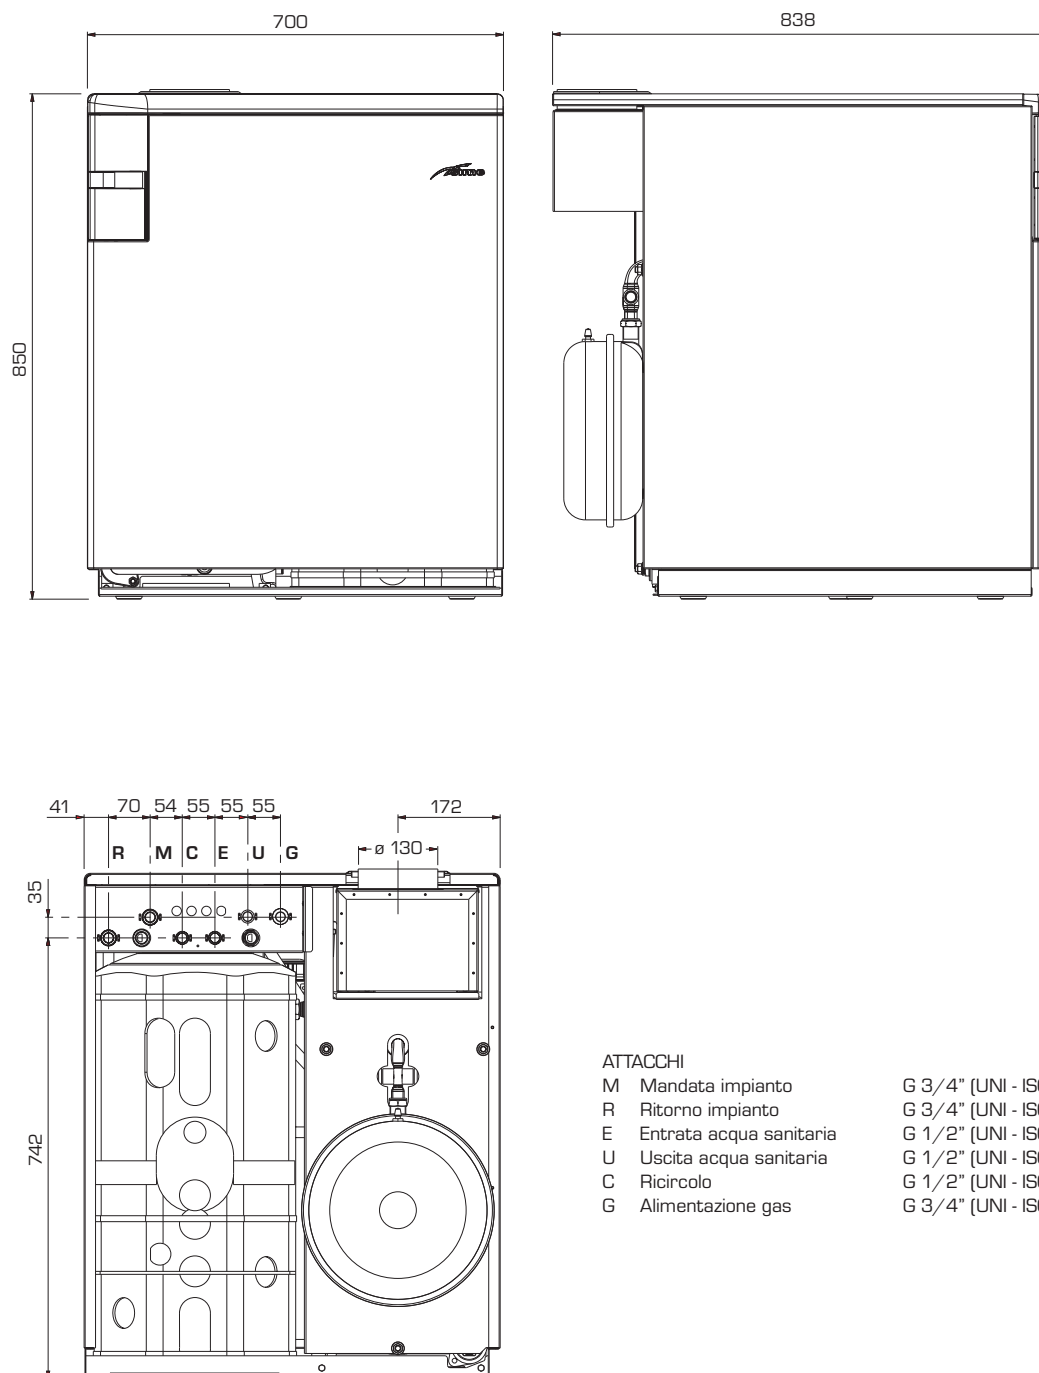

Fig. 1/a
1.3.3 Logo EV 32/110 (fig. 1/b)